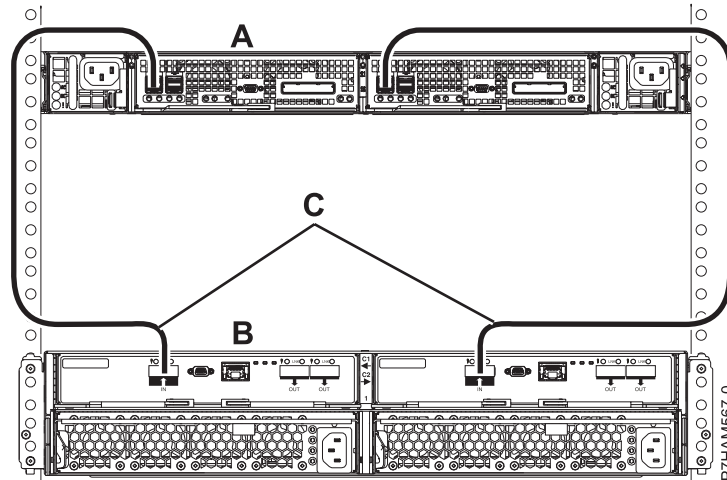

Figure 39. Connexion de mode 1 d'un boîtier d'unité de disque 58/87 en utilisant des câbles EX reliés à un boîtier de stockage PCIe
- Effectuez la connexion de mode 1 d'un boîtier d'unité de disque 58/87 (B) en utilisant des câbles EX (C) reliés à un boîtier de stockage PCIe avec prise en charge de tiroirs de disque SAS (A), comme illustré dans figure 39, à la page 77.
- Chaque adaptateur interne du boîtier de stockage PCIe (A) peut accéder à l'autre adaptateur et à toutes les baies d'unité de disque.
- Les deux câbles EX (C) provenant du même boîtier d'unité de disque 58/87 doivent être raccordés au même numéro de port SAS sur le boîtier d'unité de disque PCIe, comme le montre la figure 39, à la page 77.